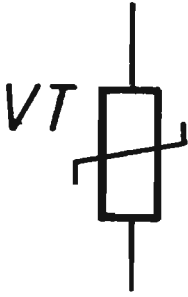

Fig. 1 - Simbolo elettrico, normalmente utilizzato nella composizione dei circuiti teorici, del varistore.
Fig. 1 - Il simbolo della lampada al neon è composto da due tratti paralleli racchiusi in un cerchietto, in modo da evidenziare chiaramente la composizione di questo elemento: due elettrodi racchiusi in un involucro, di vetro o di plastica, contenente il gas neon.
Fig. 1 - Progetto completo di un elemento ricetrasmittente. Il fototransistor TR1 riceve i raggi infrarossi, li rivela e li invia al sistema di amplificazione sino a trasformarli in voci e suoni sui padiglioni di una cuffia. Il diodo LED D1 invia nello spazio, più precisamente in direzione del fototransistor della stazione ricevente, i raggi infrarossi modulati dai segnali provenienti dal microfono. La commutazione del dispositivo nelle due funzioni di ricezione (R) e di trasmissione (T) si ottiene manovrando il commutatore multiplo S1a - S1b. L'alimentazione dell'intero circuito si ottiene mediante due pile piatte, da 4,5 Vcc, collegate in serie tra di loro.